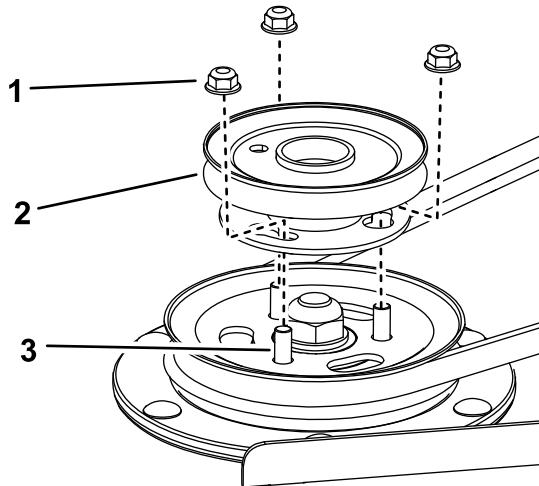

Bild 4
2. Entfernen Sie die Muttern von der Spindel in der rechten Riemscheibe des Mähwerks und befestigen Sie die Riemscheibe mit ihnen an der Riemscheibe des Mähwerks (Bild 4).